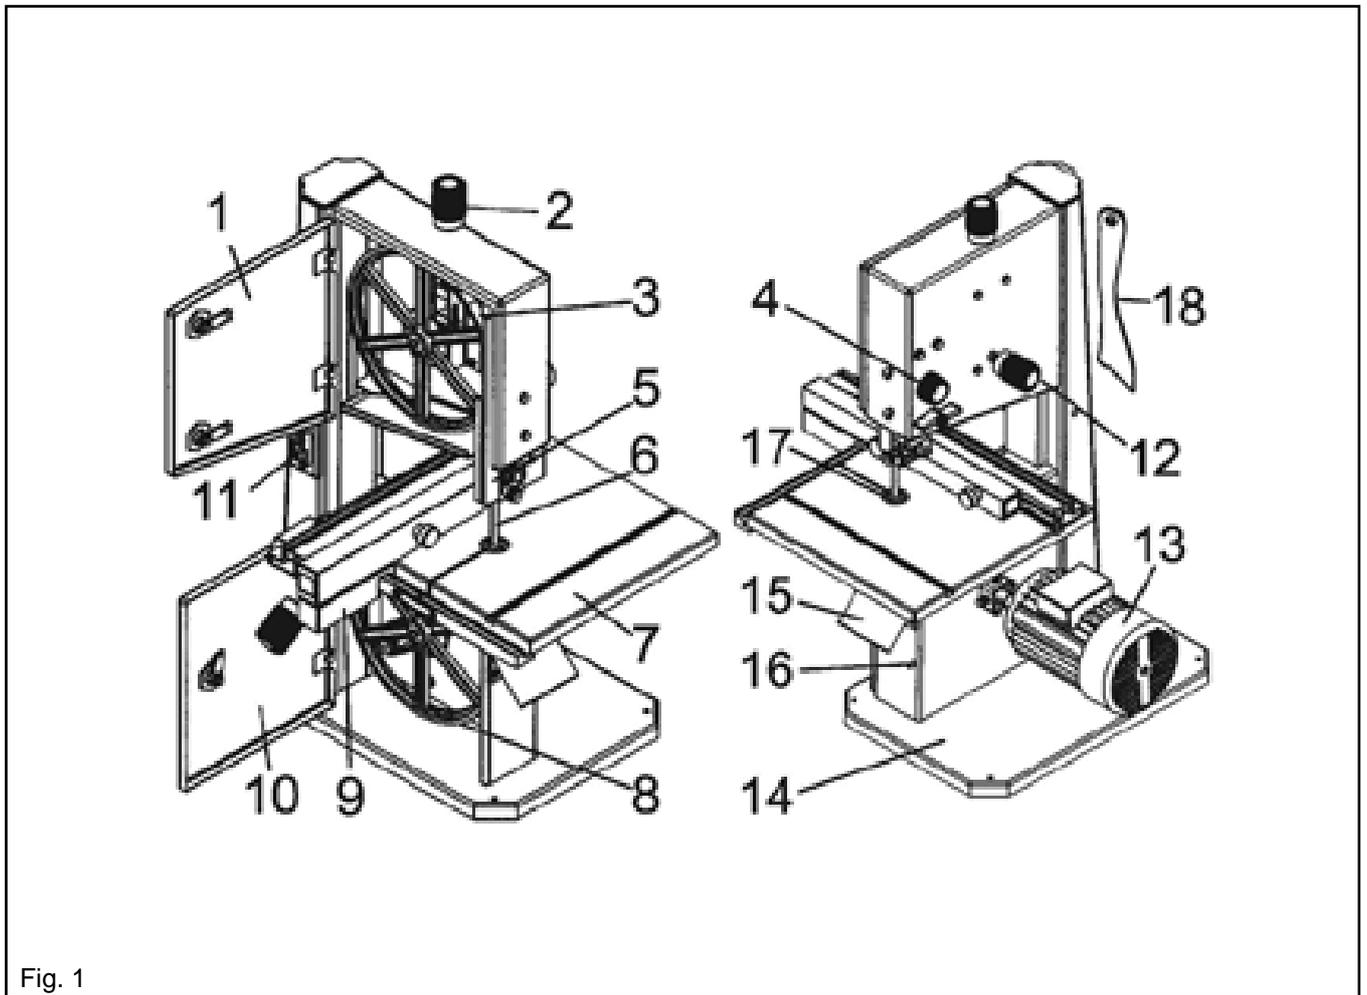

Fig. 1
1. UN COUP D'OEIL SUR VOTRE SCIE (Fig. 1)